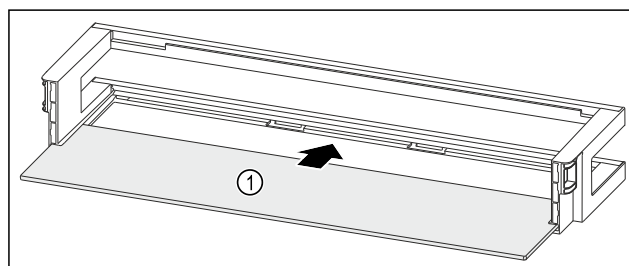

Fig. 117 Türabsteller mit Abstellfläche
- Abstellfläche Fig. 117 (1) in die seitlichen Einsparungen einschieben.